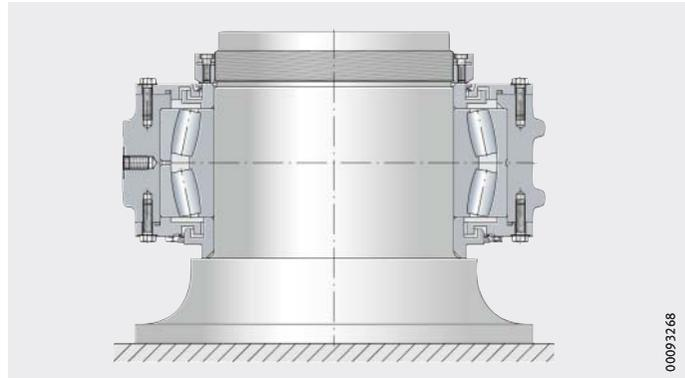

Bild 16
- Die Wellenmutter gemäß Montageanweisung des Herstellers montieren und gegen das Lösen sichern, *Bild 16*.